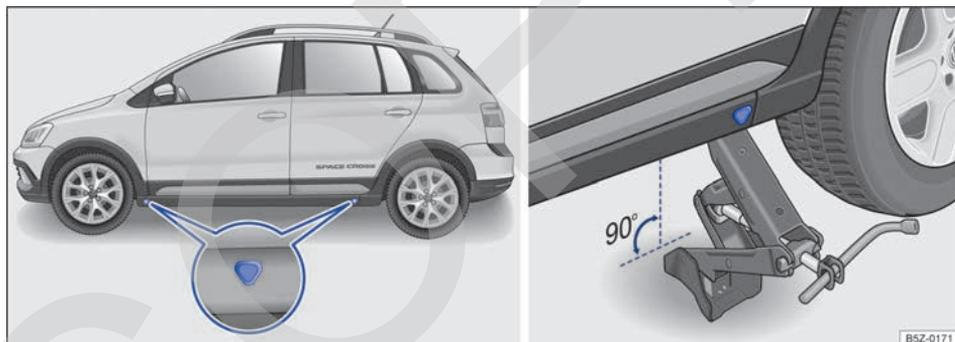

Fig. 163 Puntos de apoyo del gato y gato posicionado atrás en el lado izquierdo trasero del vehículo.
El gato únicamente puede ser posicionado en los puntos de apoyo indicados (marca en la carrocería) → fig. 163. Es válido el punto de apoyo ubicado próximo a la rueda correspondiente → ⚠.
6. Busque debajo del vehículo el punto de apoyo del gato → fig. 163 más cercano a la rueda que debe cambiar.
8. Garantizar que la base del gato, con toda su superficie, esté sobre el piso y que la base se encuentre perpendicularmente por debajo del punto de colocación → fig. 163.
9. Alinear el gato y, simultáneamente, levantar la garra del gato hasta que se encaje en el travesaño debajo del vehículo → fig. 163.
- Posicionar el gato únicamente en los puntos indicados. La garra del gato debe encajarse en el perfil del larguero de forma segura → fig. 163.